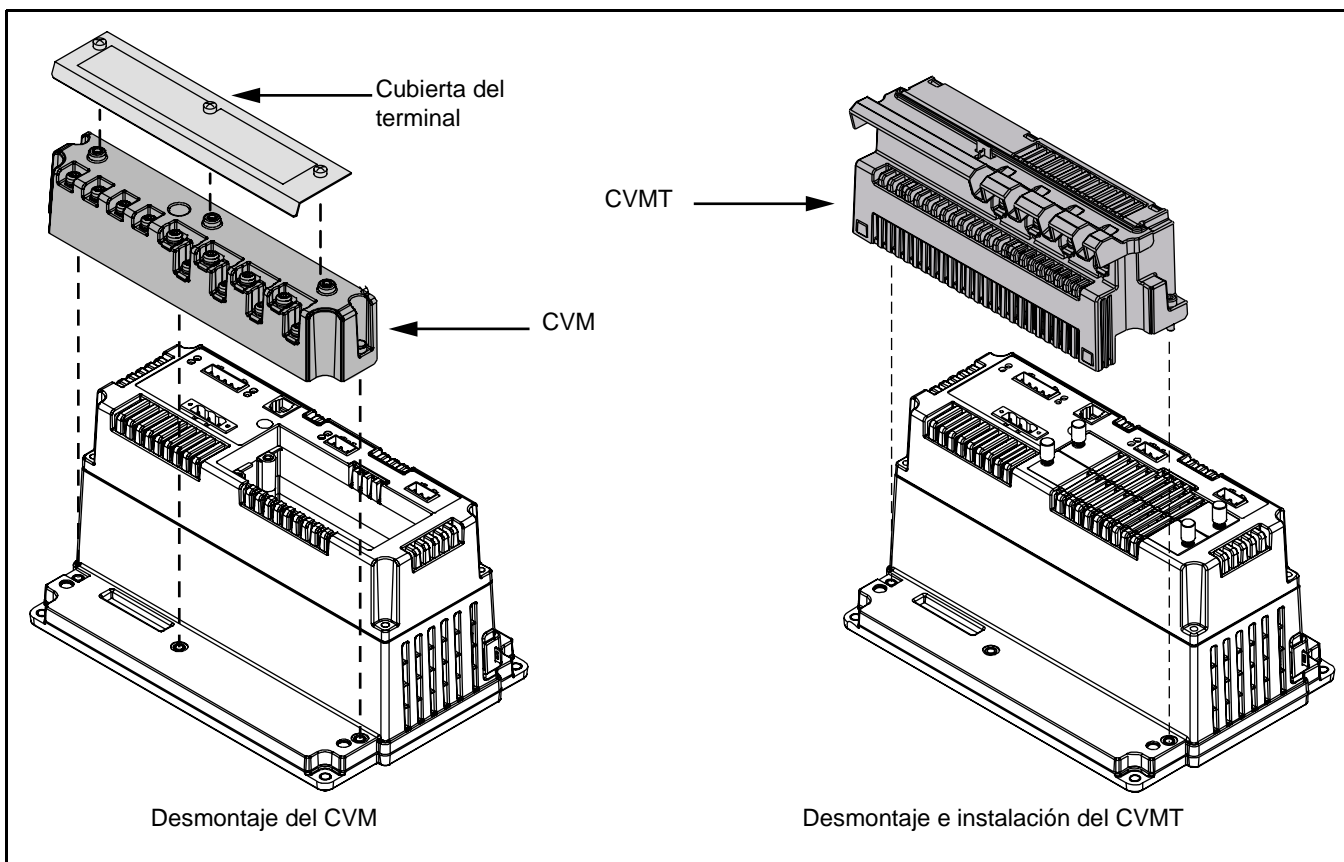

Figura 1: Desmontaje del CVM o CVMT e instalación del CVMT.
Los siguientes pasos explican el modo de desmontar un CVM o CVMT e instalar un CVMT. Consulte la figura 1.
- a. Extraiga los fusibles del transformador de tensión (TT) o del interruptor de desconexión de tensión para desconectar la tensión medida.
- b. Establezca un cortocircuito en los secundarios del transformador de intensidad (TI) para desconectar la intensidad medida.
5. Afloje los tres tornillos Allen del CVM hasta que se suelten. Extraiga el CVM o CVMT directamente hacia arriba hasta que se suelte del Circuit Monitor, como se muestra en la figura 1.